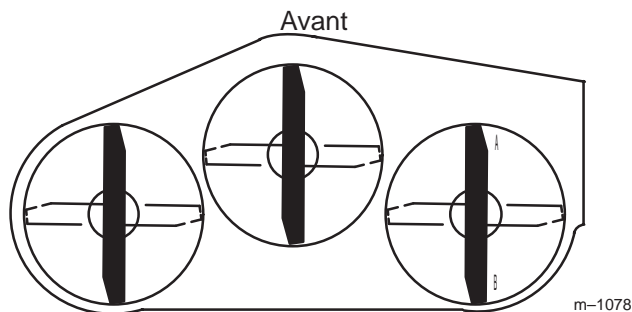
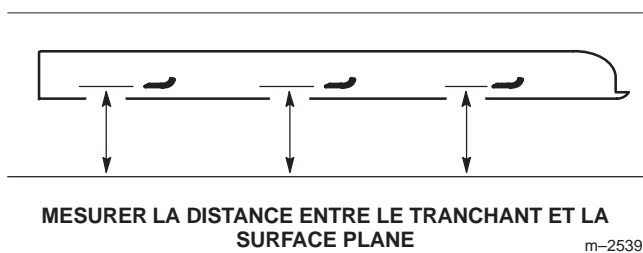

Figure 69
Figure 70
- Tournez la lame droite à 180° (Fig. 69).
- Mesurez la distance au point **A** (Fig. 69) entre la surface plane et le tranchant de la pointe de la lame droite (Fig. 70).
- Mesurez la distance au point **B** (Fig. 69) entre la surface plane et le tranchant de la pointe de la lame droite (Fig. 70).
- La lame doit être **plus basse de 6 à 10 mm (1/4 à 3/8 pouce) au point A qu'au point B** (Fig. 69). Si ce n'est pas le cas, passez aux étapes suivantes.